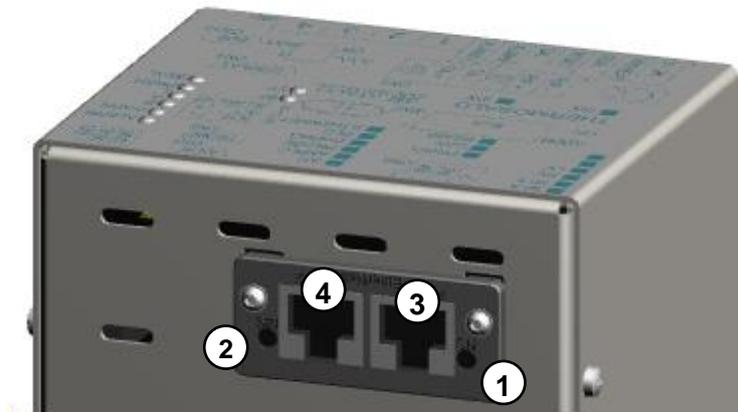

Figura 20 – Switch Ethernet modelos *AB*
6.3.3.1 Modelos AB (véase 6.2.8, Figura 20)
6.3.4.1 Modelos AB (véase 6.2.8, Figura 20)